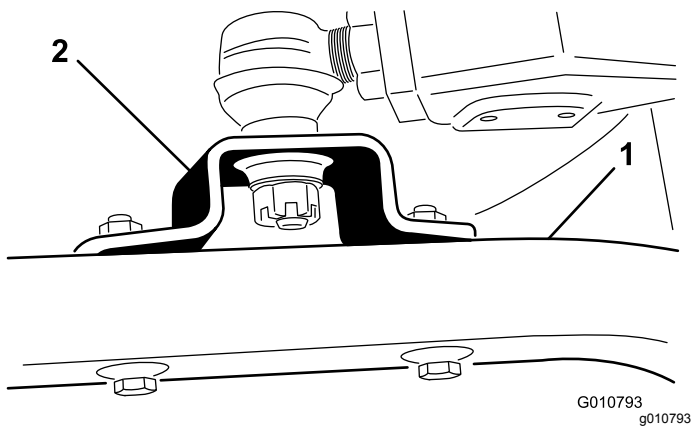

Figure 19
3. Enlevez les vis et contre-écrous qui fixent les supports de rotules aux bras des roues pivotantes de l'unité de coupe (Figure 19).